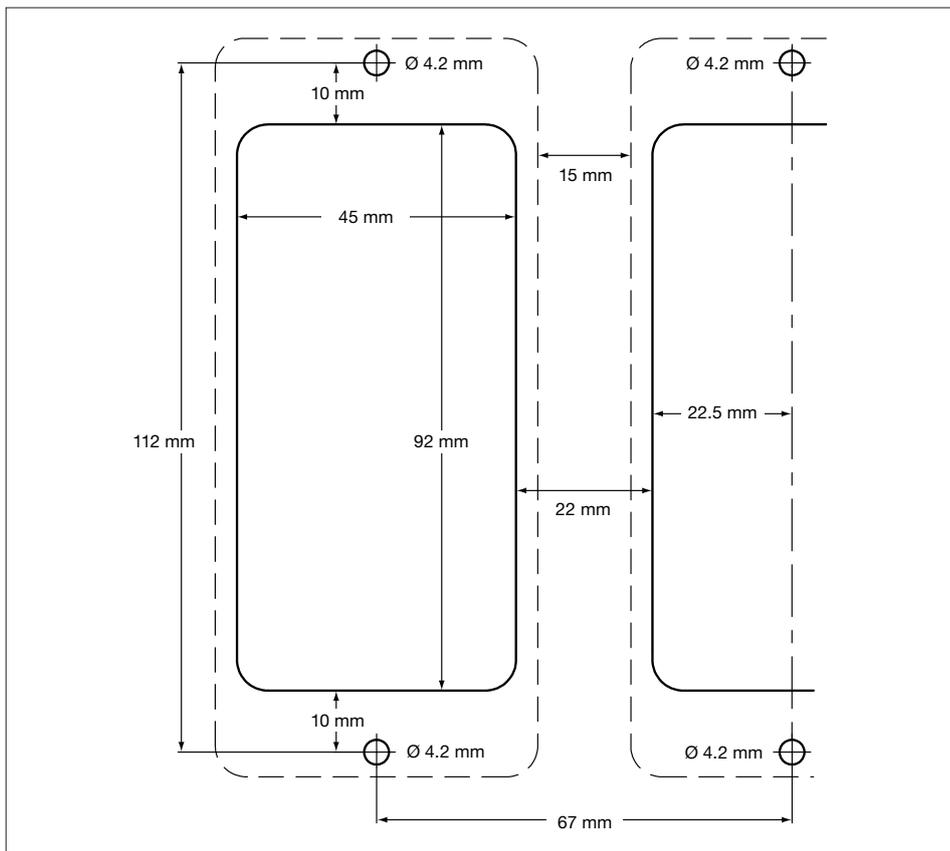

Bild 2: Montageschablone für Frontplattenmontage - Montage auf Montageplatte
- Frontplatte mit einem Ausschnitt, wie in Bild 2 dargestellt, versehen. Anschließend die beiden Bohrungen in die Frontplatte wie in Bild 2 gezeigt, anbringen.